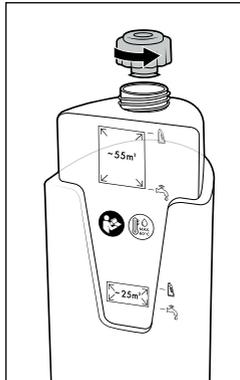

Abb. 7
- ◆ Drehen Sie den Frischwasserbehälter ① um und schrauben Sie den Deckel ab (siehe Abb. 7).